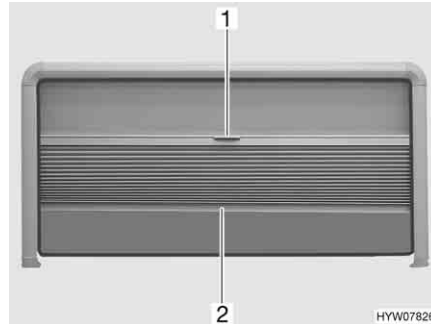

Fig. 65 Fenêtre projetante
- Saisir la tige de fermeture (Fig. 65,2) du dispositif occultant plissé par le milieu et tirer avec précaution vers le bas.
- Maintenir la tige de fermeture (Fig. 65,2) du dispositif occultant plissé par le milieu et pousser ce dernier avec précaution vers le haut.
- Tirer la moustiquaire vers le bas en la maintenant par la poignée (Fig. 65,1).
- Pousser la moustiquaire à fond vers le haut en la maintenant par la poignée (Fig. 65,1).